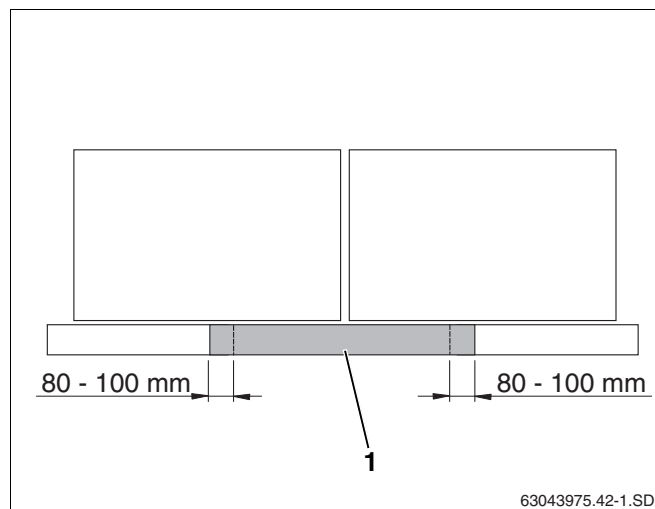

Fig. 45 Colocación de las chapas protectoras centrales para colectores horizontales
En caso de los colectores horizontales, para dos colectores son ya necesarias chapas protectoras para la parte inferior central (fig. 45, **pos. 1**). Éstas deben solapar una distancia de 80 - 100 mm.